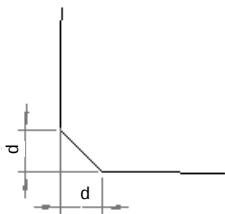

图 4.3.23 第二种创建方式
② 在**类型**下拉列表中选择**D x D**选项, 在**D**文本框中输入倒角尺寸值 8, 在**修剪样式**: 下拉列表中选择**完全修剪**选项, 单击**确定**按钮。倒角结果如图 4.3.23 所示。